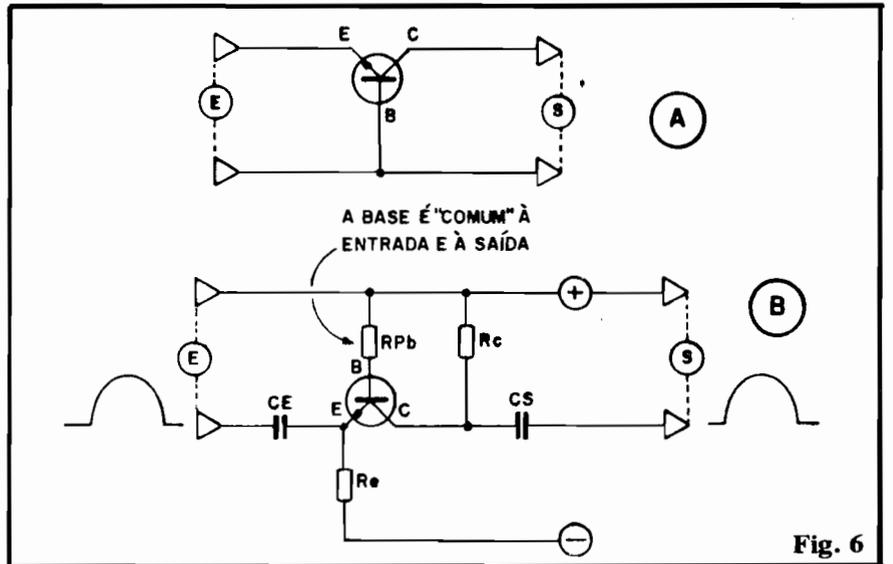

Fig. 6
- **FIG. 6 - BASE COMUM** - Em 6-A temos o diagrama básico, configurando a posição do terminal de **base** "comum" à Entrada (E) e à Saída (S) (a **base** "serve" às duas terminações...). A **IMPEDÂNCIA** da entrada é **muito baixa**, enquanto que a de saída é **muito alta**. Já o ganho (fator de amplificação) de corrente é "menor do que 1", porém o ganho de tensão é substancial. Em 6-B temos um diagrama mais completo da configuração, numa utilização